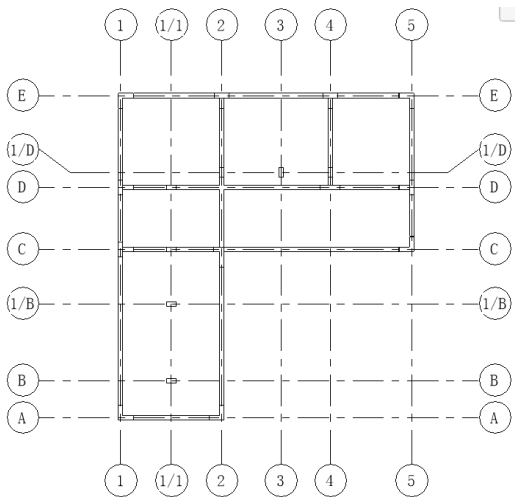

图 6-54 绘制 “180×500mm” 梁
(3) 在“属性”选项板中选择“混凝土 - 矩形梁 180×500mm”类型, 在如图 6-54 所示的位置绘制“180×500mm”梁。